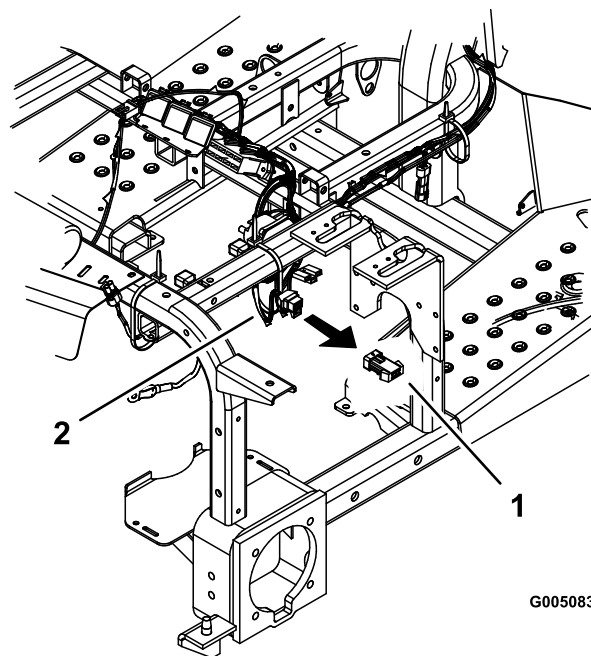

図 33
5. コントロールパネルの下のメインハーネス部からジャンパワイヤを外す（図 33）。